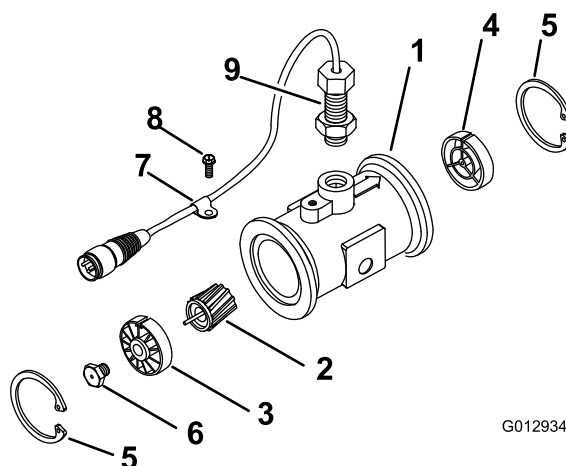

Рисунок 47
3. Снимите стопорное кольцо со стороны впуска (Рисунок 47).